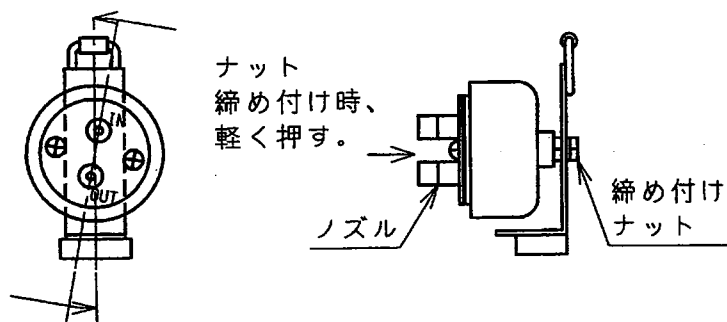

図7.4 ダイアフラム組みの取り付け方
- ・ダイヤフラム取り付けにあたり、振動板の中心線とダイヤフラムのノズルを結ぶ線を矢印のように重ねる。(図7.4参照)